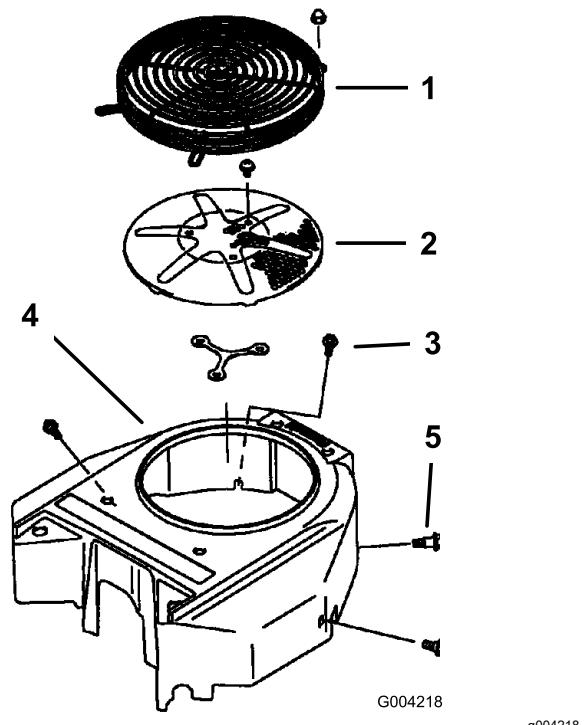

Figura 94
3. Monte o filtro de entrada de ar, o arrancador manual com cordão e caixa da ventoinha (Figura 94).
5. Monte o filtro de entrada de ar, o arrancador manual com cordão e caixa da ventoinha (Figura 94).